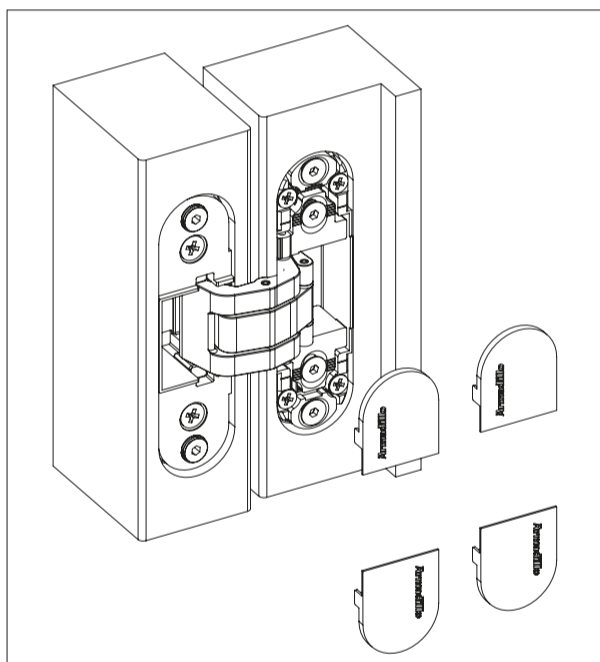

Рисунок 9 — Установка декоративных накладок.
5. Установить декоративные накладки (см. рис.9).